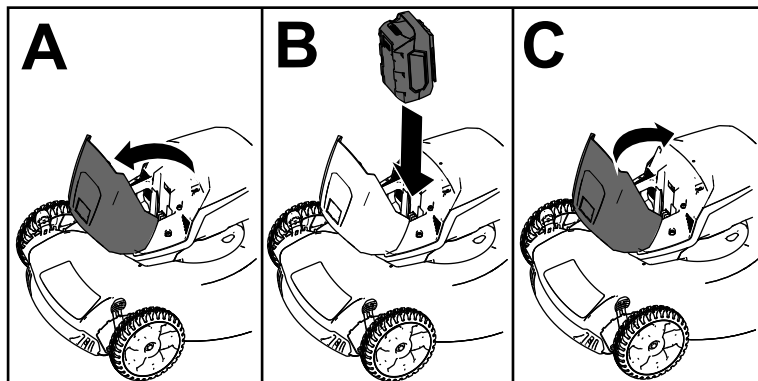

Bild 9
2. Öffnen Sie den Deckel des Akkukastens (A in Bild 9).
3. Richten Sie die Vertiefung im Akkupack mit der Nase an der Maschine aus und schieben Sie den Akkupack in den Kasten, bis er in seiner Position einrastet (B in Bild 9).
4. Schließen Sie den Deckel des Akkukastens (C in Bild 9).